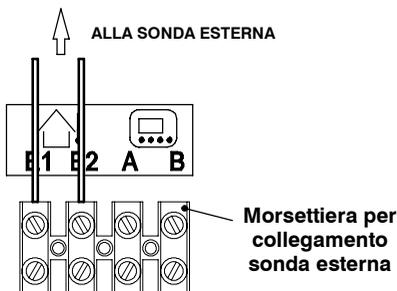

fig. 5.21
- Collegare ai morsetti E1 e E2 della morsettierà i due conduttori elettrici come indicato in fig. 5.21